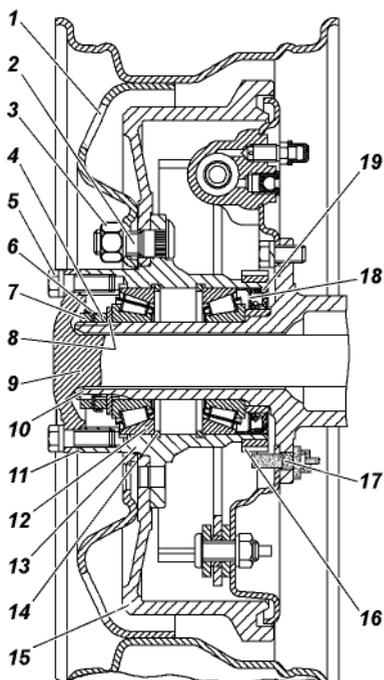

Рис. 9.20. Ступица заднего колеса:
2. Снимите колпак колеса. Демонтируйте полуось 9 (рис. 9.20) заднего моста или фланец ведущий ступицы переднего моста.